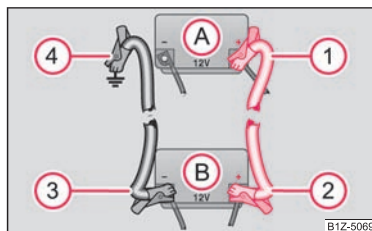

Fig. 183 Executarea pornirii cu ajutorul bateriei altui autovehicul: A - bateria descărcată, B - bateria furnizoare de curent
- Prindeți un capăt la polul plus ① ⇒ fig. 183 al bateriei descărcate (A).
- Prindeți celălalt capăt la polul plus ② al bateriei care furnizează curent (B).